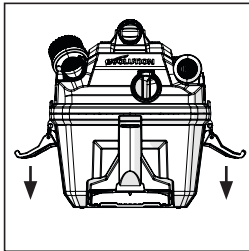

Abb. 4
- Entfernen Sie den Antriebskopf des Nass-/Trockensaugers, indem Sie die Deckelklammern, die sich auf den beiden Seiten des Saugers befinden, nach außen ziehen. Heben Sie den Antriebskopf ab. **(Abb. 4)**